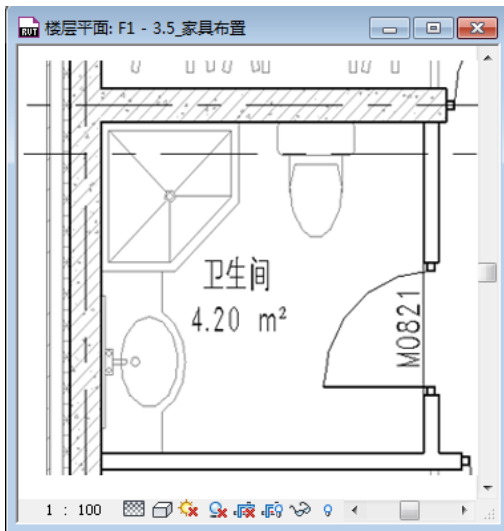

图 2-30
- 3) 点击“常用”选项卡>“构建”面板>“构件”工具，在类型选择器中选择“卫浴\_坐便 a\_2D”在图示位置进行放置，相同操作完成淋浴间及洗面台的放置，完成后（如图 2-30 所示）。